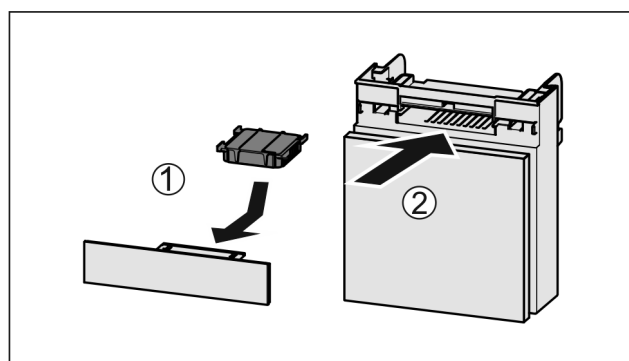

Fig. 234
- Vendosni filtrin me karbon aktiv siç tregohet në figurë Fig. 234 (1).
- Futni kutinë në vend Fig. 234 (2).